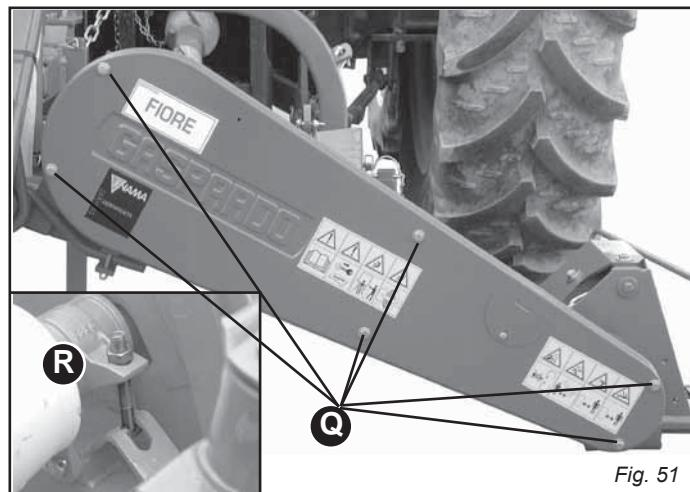

Fig. 51
- Desfaceți șuruburile (Q, Fig. 51) și îndepărtați carterul de protecție.
- Slăbiți complet întinzătorul de curea (R, Fig. 51).
- Repozitionați carterul de protecție, fixându-l cu șuruburile corespunzătoare (Q, Fig. 51).